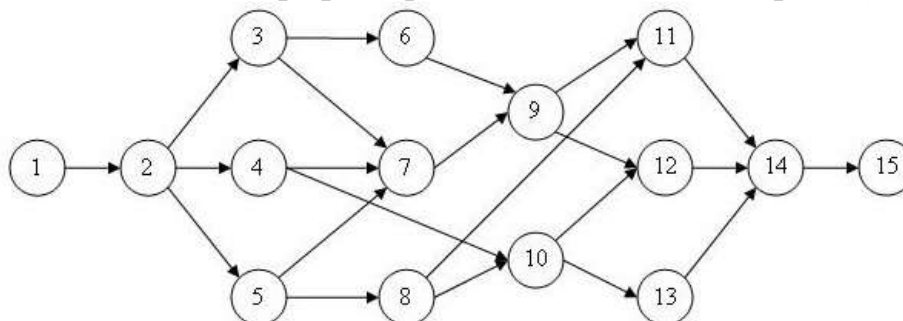

Рис.1. Сетевой график проекта
8.5. Известно, что сетевой график проекта «А» имеет вид (рис.1.).